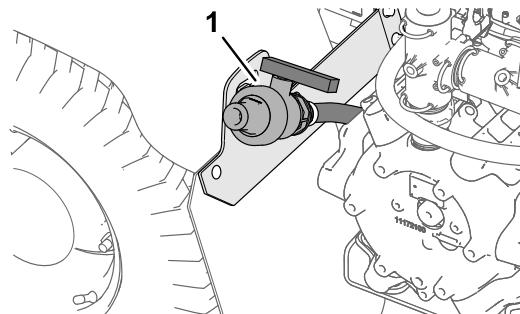

Figura 44
2. Localice la válvula de vaciado del depósito, situada en el guardabarros trasero izquierdo de la máquina (Figura 44).